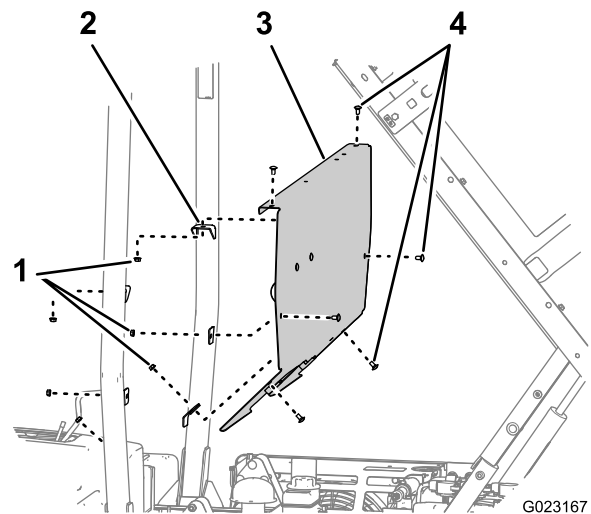

Figura 10
1. Retire os 6 parafusos de carroçaria e 6 porcas que prendem o painel do ROPS aos suportes de montagem na barra do ROPS (Figura 10).
2. Retire o painel do ROPS da máquina (Figura 10)